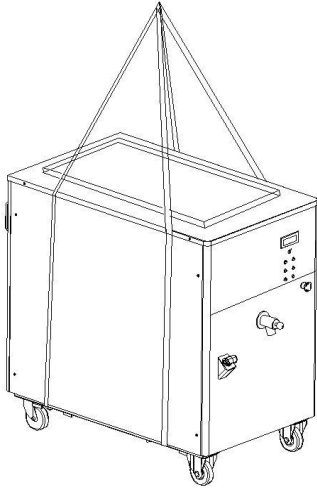

图 5
- 无包装的机器只能用软质的吊带进行吊装或人工搬运（见图 5）。